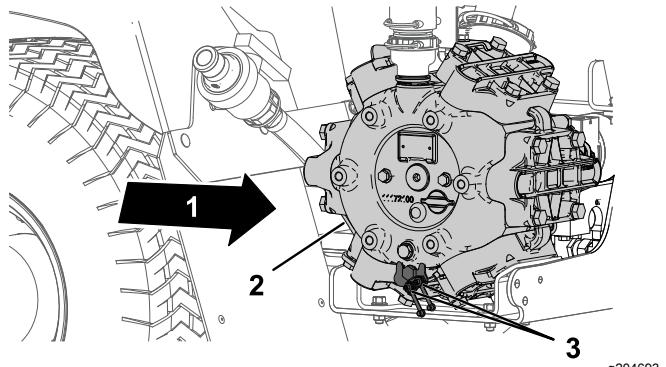

Figura 62
- Pulite con un panno i 2 raccordi di ingrassaggio remoto (Figura 62).
- Pompatte del grasso nel raccordo di ingrassaggio remoto (Figura 62).